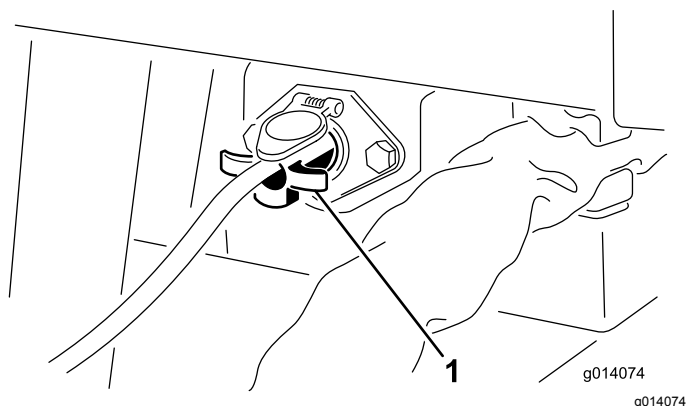

Figura 9
- Nos modelos SH, ligue o interruptor On/Off do pendente (extremidade de 4 pinos) na tomada no canto frontal esquerdo da máquina (Figura 9).